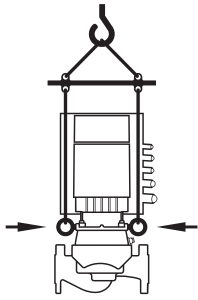

Fig. 8: Транспортування насоса
- Транспортувати насос потрібно за допомогою призначених для цього вантажозахоплювальних засобів (напр., талі, кран і т. ін.). Їх слід закріпити до спеціальних транспортних вушок на фланці двигуна (Fig. 8, тут зображено: Напрям підіймання за вертикально розміщеного вала двигуна).